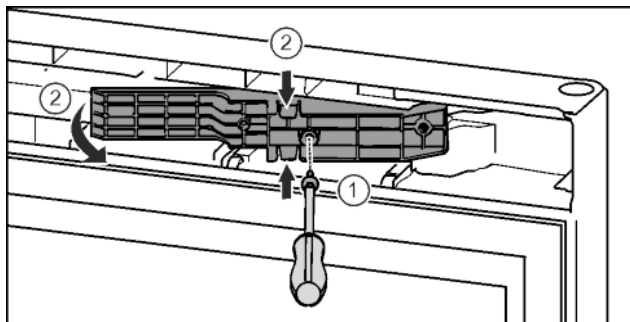

Fig. 16\*
- Отпустить винты отверткой T15.\* Fig. 16 (1)
- Извлечь деталь адаптера.\* Fig. 16 (2)